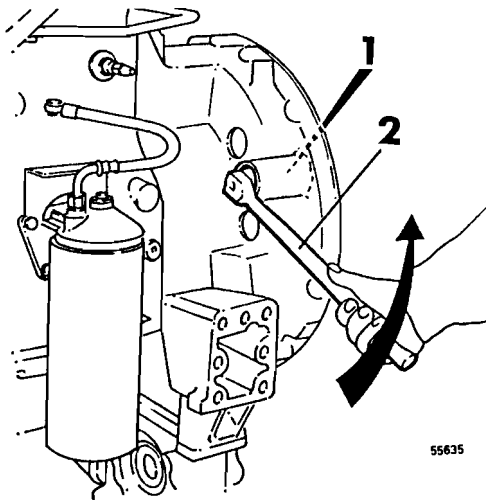

Fig. 84
- 12 Montar la herramienta 3590 en el envolvente del volante/de la toma de fuerza y girar después el cigüeñal con el mango de bloqueo, véase la fig. 84. Girar hasta que el pistón del cilindro del que se cambia el manguito de cobre se encuentra en el punto muerto inferior.